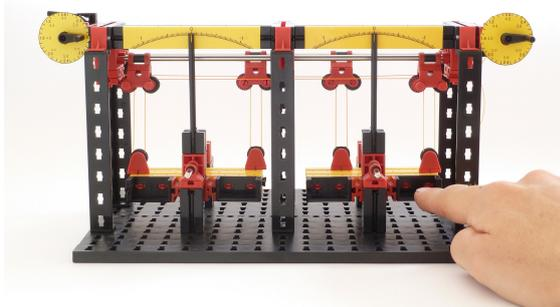

Abb. 3: Nullabgleich
- Es wird ein Nullabgleich durchgeführt (Abb. 3). Dazu wird mit den Fingerkuppen so auf die Ablagefächer an den Wippen gedrückt, dass beide Zeiger genau 0 anzeigen. Der Benutzer merkt sich, wie fest er dazu auf welche Ablageflächen drücken musste.
Die zweite Möglichkeit ist, die Variable y zu verkleinern, d. h. wie in Abb. 3 gezeigt auf die rechte Auflagefelder der rechten Wippe zu drücken. Dann verkleinert sich die Variable x automatisch, sobald wir den unteren Rand des Lösungssektors erreicht haben. Schließlich kann man mit etwas Gefühl gleichzeitig auf die rechten Auflagefelder beider Wippen drücken. Dadurch kann man vermeiden, auf den Rändern der Lösungssektoren entlang zu wandern, wo immer ein Seil stramm und damit die Reibung groß ist.